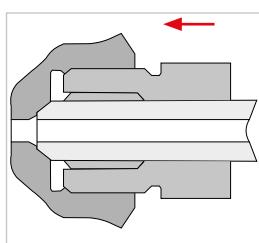

Figure 3
- Poussez la vis de pression ou un autre composant sur le tube nettoyé avec la bague de pression (*Figure 3*).